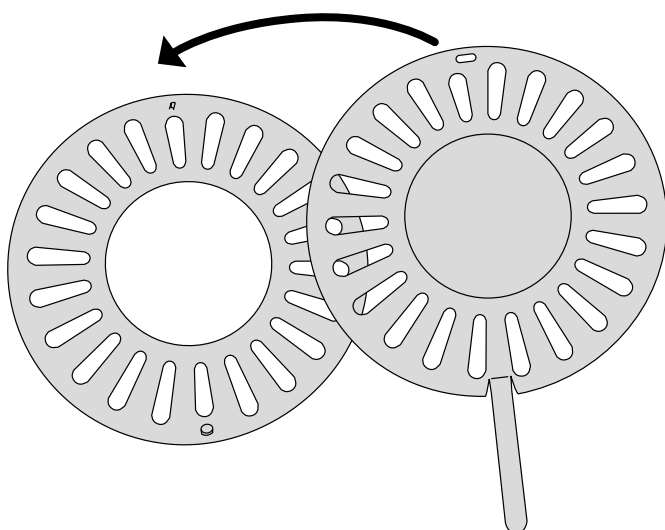

Bild 16: Varmluftsgaller
14. Lägg dit toppstenen och placera varmluftsgallret på plats (bild 16). Piggen på undersidan av del 1 av gallret skall passa in i motsvarande hål i toppstenen.